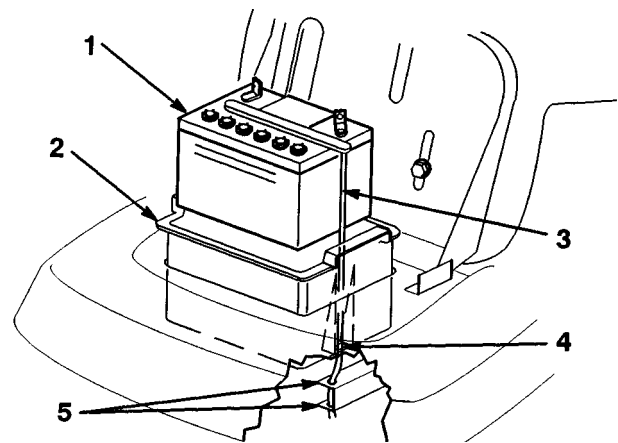

Figure 20
5. Déposer le boîtier de la batterie, la batterie et le long tube d'évacuation du châssis (Fig. 20).
1. Installer la batterie dans le boîtier et glisser le tube d'évacuation dans le conduit et la fente située à la base du boîtier (Fig. 20).
**IMPORTANT: Observer le logement de la batterie dans le châssis et repérer le trou situé au bout du longeron droit (Fig. 20). Toujours faire passer le tube d'évacuation dans ce trou pour éviter que l'acide ne corrode le tracteur et la tondeuse.**
2. Installer le boîtier et la batterie dans le châssis (Fig. 20). Vérifier que l'extrémité du tube d'évacuation se trouve dans le trou du châssis (Fig. 20).